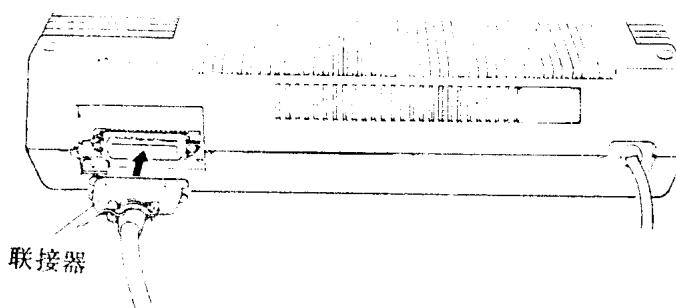

图2—1 打印机电缆联接
- (2) 用相应的电缆将它牢固的推进打印机的接线夹内。
- (3) 要进行检查工作，保证电缆在接口处锁牢，打印机联接如图2—1所示。
在控制板上有三个开关、四个指示器、如图2—2所示和一个电源开关（在打印机壳的左面）。在本节中，为了让使用者熟悉打印机，详述了面板操作步骤。